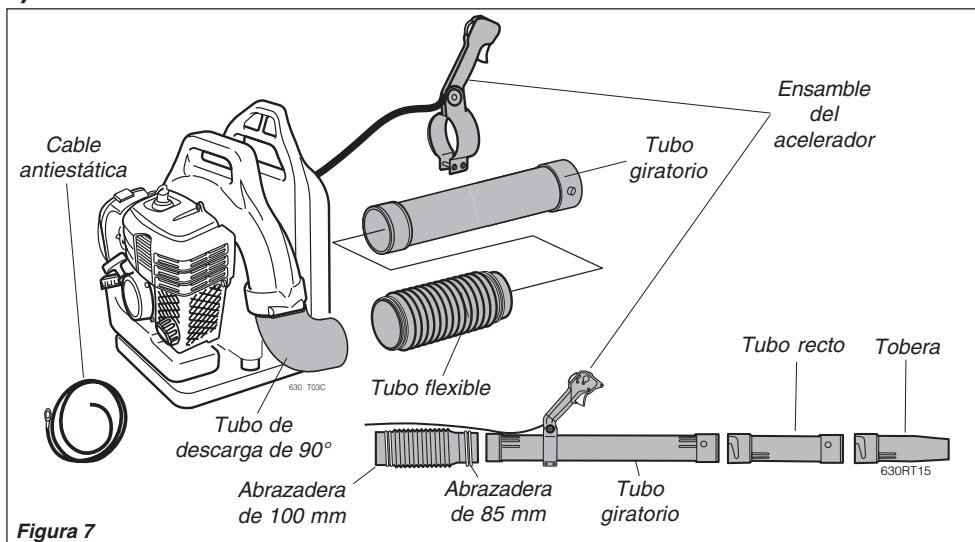

Figura 7
1. Coloque el soplador hacia arriba en el piso o en una superficie de trabajo robusta y observe la orientación de las piezas, como se muestra en la figura 7.